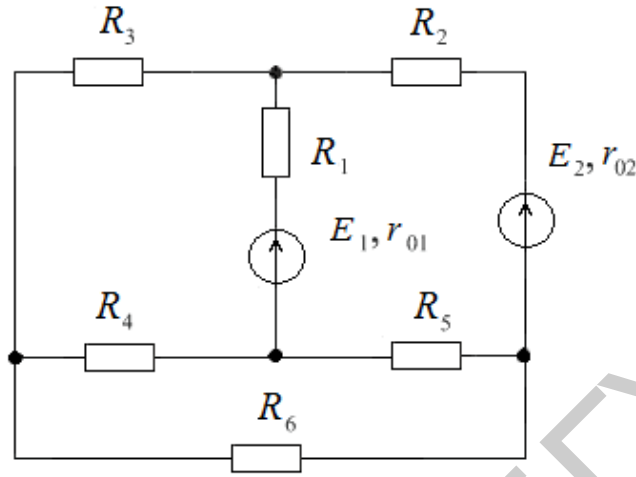

Рис. 89
22. Методом уравнений Кирхгофа определить токи во всех ветвях электрической цепи (рис. 89), если $E_1 = 30$ В; $E_2 = 20$ В; $R_1 = 44$ Ом; $R_2 = 54$ Ом; $R_3 = 30$ Ом; $R_4 = 25$ Ом; $R_5 = 60$ Ом; $R_6 = 15$ Ом; $r_{01} = 1$ Ом; $r_{02} = 1$ Ом.